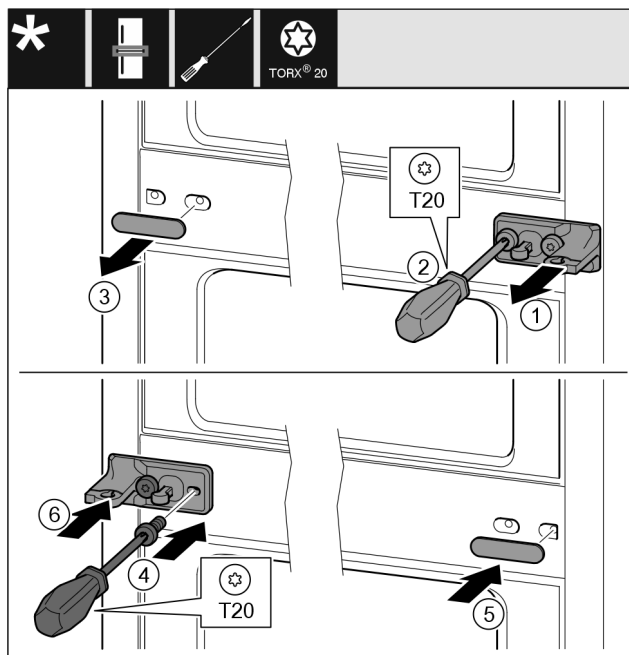

Fig. 38
- ▶ Skinite pločicu Fig. 38 (1).
- ▶ Odvijačem odvrnite vijke Fig. 38 (2).
- ▶ Oprezno izvucite poklopac Fig. 38 (3).
- ▶ Čvrsto pritegnite podložak ležaja s folijom Fig. 38 (4) okrenut za 180° na drugoj strani.
- ▶ Postavite poklopac Fig. 38 (5) okrenut za 180° na drugoj strani.
- ▶ Nataknite pločicu Fig. 38 (6) s prednje strane.